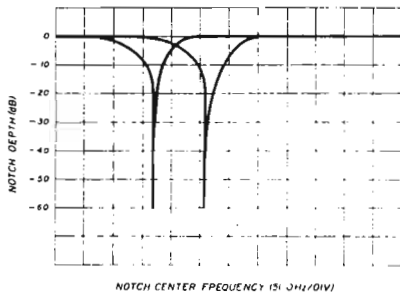
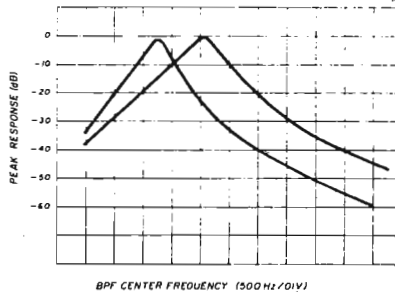

Fig. 5 - Risposta del circuito di fig. 7 in posizione "notch".
Fig. 6 - Il circuito di fig. 7 quando lavora come filtro di banda.
Fig. 5 - Confronto delle caratteristiche Corrente/tensione di tre modelli sperimentali che hanno subito trattamenti diversi. Come si osserva nella terza figura riferita a CA 116, la rispondenza del MESFET al GaAs è migliorata e del resto le applicazioni a 12 gig lo confermano. Il "segreto" sta nell'aver alterato le condizioni naturali della "conduzione nel canale" (del tipo semiconduttore/metallo) con una ion implantation di silicio seguita da una di boro.
Fig. 6 - Fra i più recenti prodotti "commerciali" della Motorola segnaliamo infine due componenti UHF dalle eccellenti prestazioni, unite ad un prezzo davvero contenuto. Lo MRF 652 costa infatti, 10 dollari; il MRF 841 circa 15 dollari. Il più economico ha un guadagno di 10 dB a 500 MHz; quindi è assai interessante per la gamma 432 MHz. Il secondo può operare ad 870 MHz con 8,5 dB di guadagno e fornire la potenza-pilota necessaria per un Varactor di potenza con uscita in 2,3 GHz. La resa assicurata è del 65% con potenza erogata di 5W per entrambi.
Un ulteriore vantaggio di questo tipo di filtro è che la posizione del notch e del passabanda viene determinata dalla frequenza del clock. Perciò variando il potenziometro R2 la risposta del notch o del passabanda può essere spostata (trasmata) in frequenza come illustrato in fig. 5 e in fig.
La fig. 5 indica la risposta del filtro notch mentre la fig. 6 visualizza la risposta del filtro passabanda dislocato in due posizioni.
E.V. Febbraio 1982 pag. 36 - In questo scritto (schema in fig. 6 pag. 37) il "ponte originale" viene rimpiazzato da un diverso comparatore di fase pure a transistore e diodi. Per la comparazione resta pur sempre in servizio il componente più delicato, ossia R5 - potenziometro entro la campana del rotatore.